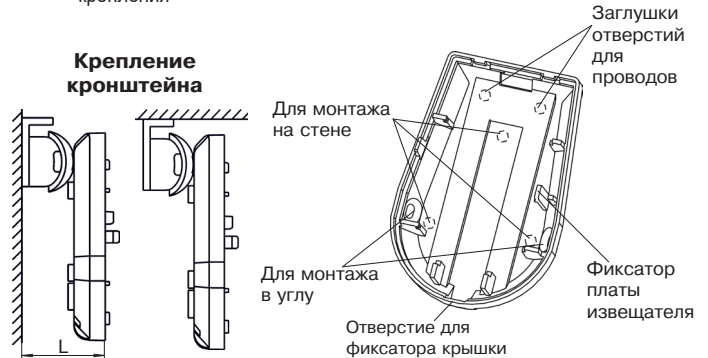

Рисунок 2 – Основание извещателя и кронштейн
- снимите крышку извещателя, отжав при помощи отвертки фиксатор крышки через отверстие, расположенное в нижней части основания извещателя (рисунок 2).
- просверлите в основании извещателя отверстия (см. рисунок 2), которые будут использоваться для прокладки проводов и крепления извещателя;
1. После закрепления извещателя на кронштейне повернуть корпус извещателя в вертикальной плоскости, в соответствии с выбранной высотой установки, отмерив расстояние (L) от стены до края основания при снятой крышке (рисунок 2, таблица 2).